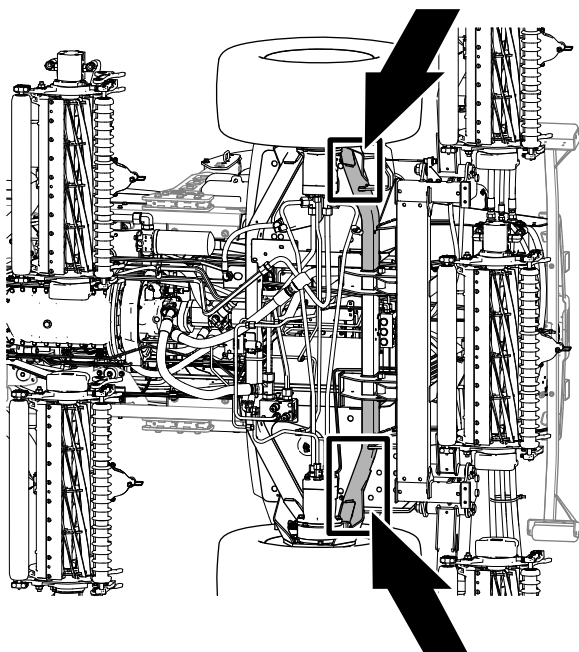

Bild 110
- Vorne an der Maschine: Am Maschinenrahmen vor den Radantriebsmotoren (Bild 110).